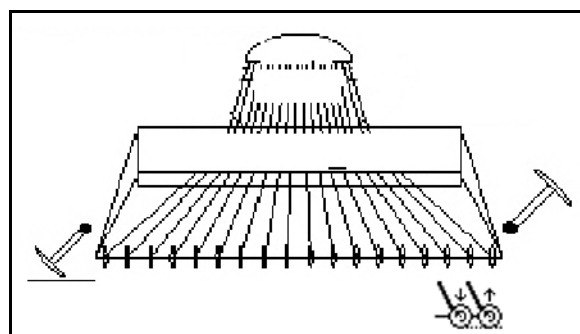

Fig. 51
1.  Velg labb-/harvtrykk (Fig. 51).